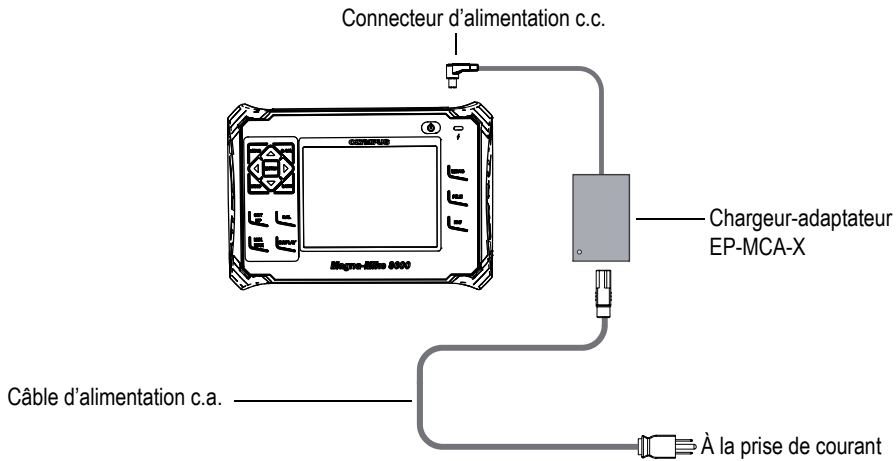

Figure 1-8 Connexion du chargeur-adaptateur
1. Connectez le cordon d'alimentation c.a. au chargeur-adaptateur, et puis à une prise de courant adéquate (voir la Figure 1-8 à la page 34).